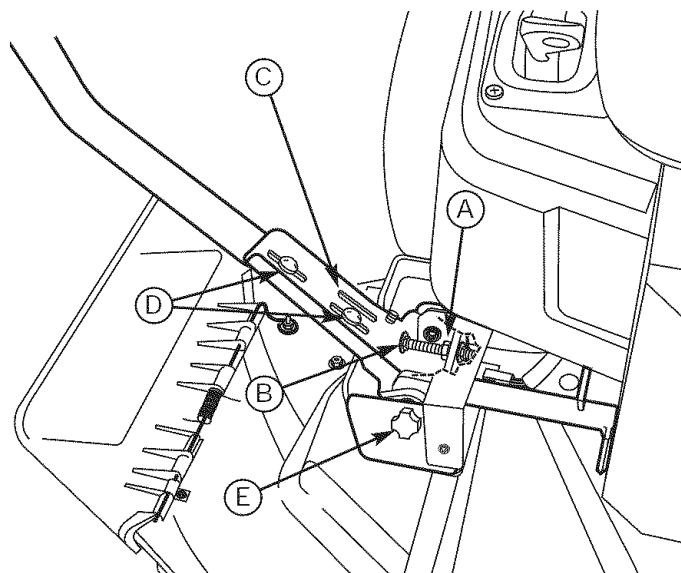

Figura 36. Ajuste de las Palancas de Control
Para Ajustar la Altura de las Palancas de Control: Jale las palancas hacia adentro, encima del regazo del operador a la posición de DRIVE. Afloje los pernos de montaje (D, Figura 36) y suba o baje las palancas a la posición deseada. Apriete los pernos de montaje (D).
Para Ajustar la Brecha Final de las Palancas de Control: La brecha final de las palancas de control deben ajustarse de modo que las palancas no se toquen entre sí cuando se pongan en posición de DRIVE. Afloje la contratuerca (A, Figura 36) y ajuste la longitud del tornillo de cabeza redonda (B) de modo que las palancas no se toquen entre sí. Repita lo mismo en el lado opuesto. Apriete la contratuerca (A) para fijar el tornillo de cabeza redonda en su posición.
Para Ajustar el Espacio Libre para el Operador: El espacio entre el operador y las palancas de control puede incrementarse quitando el perno de montaje más bajo (D, Figura 36), girando la palanca hacia adelante y reinstalando el tornillo de cabeza hexagonal a través de las palancas de control y la ranura delantera (C). Repita lo mismo con la palanca de velocidad.
Si el tractor vira a la derecha o a la izquierda cuando las palancas del control de velocidad están en la posición de velocidad máxima hacia adelante, la velocidad máxima de cada una de las palancas puede balancearse girando las perillas de ajuste (E, Figura 36). Gire la perilla A LA IZQUIERDA para aumentar la velocidad o A LA DERECHA para disminuir la velocidad.